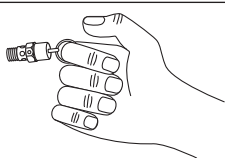

Figure 3
- Porter des lunettes de sécurité, tirer l'anneau sur la soupape de sûreté (voir les Figure 3) pour dégager la pression du réservoir du compresseur. Utiliser l'autre main